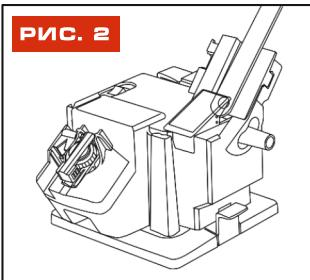

РИС. 2
2. Положите стамеску, зубило или лезвие на суппорт для лезвий. Магниты 10 (рис.1) удерживают лезвие в нужном положении (рис.2).